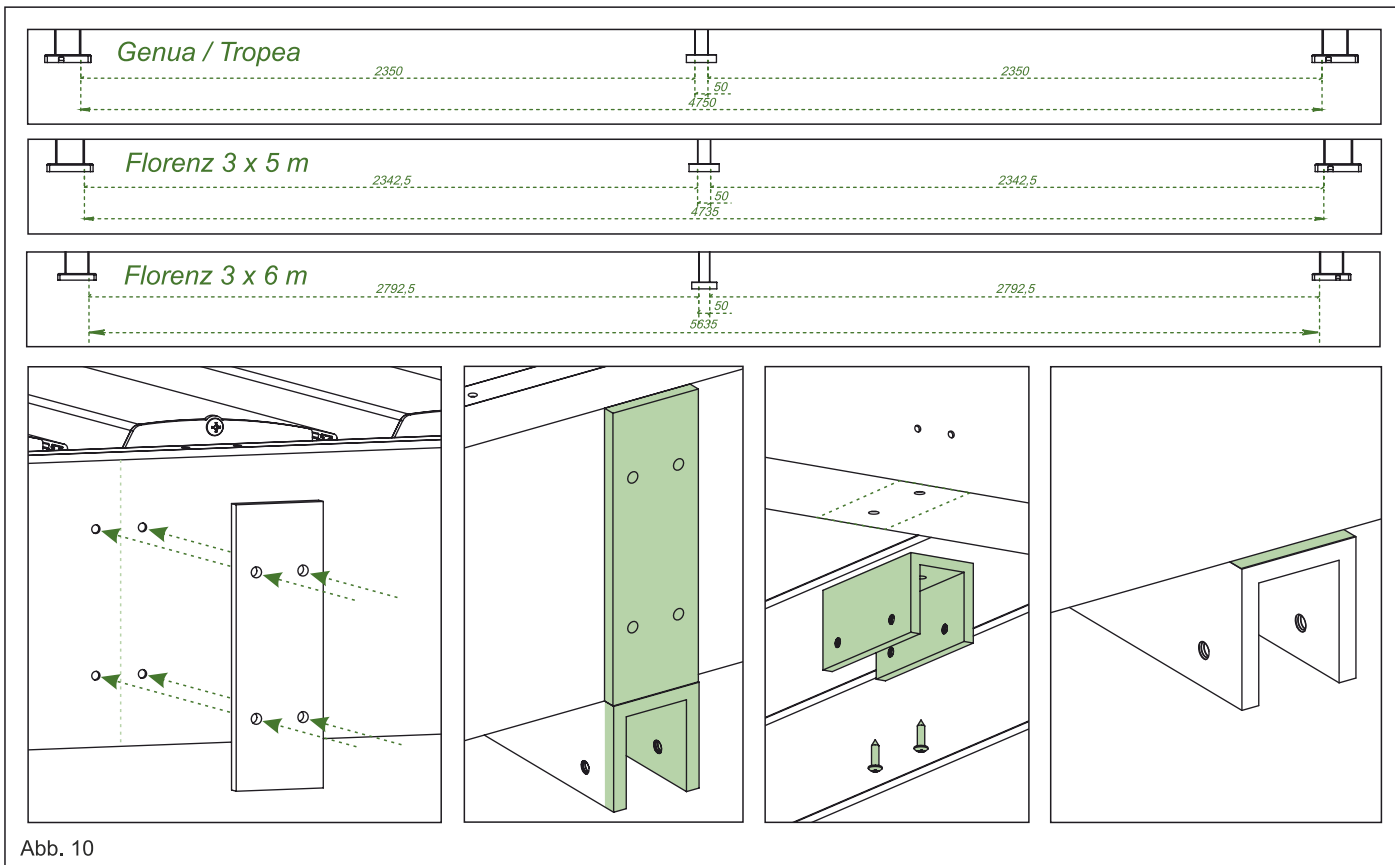

Abb. 10
10. Messen Sie und markieren Sie die Mitte des Trägers der Pergola (Maße Siehe Abb. 10). Setzen Sie die obere Pfostenplatte mittig auf den Träger der Pergola und bohren Sie die Löcher für die Montage vor, die Pfostenplatte soll dabei noch nicht befestigt werden. Setzen Sie das U-Profil des Pfostens unter den Träger, bündig mit der Pfostenplatte (so dass beim Entfernen der Platte das Profil einen Vorsprung hat) und bohren Sie auch hier die Löcher für die Montage in den Träger und befestigen Sie das U-Profil mit den vorgesehenen Schrauben. Beachten Sie, bei Bohrung in den Träger muss die Rinne des Trägers mit Silikon an der Bohröffnung abgedichtet werden. Siehe Abb. 10.